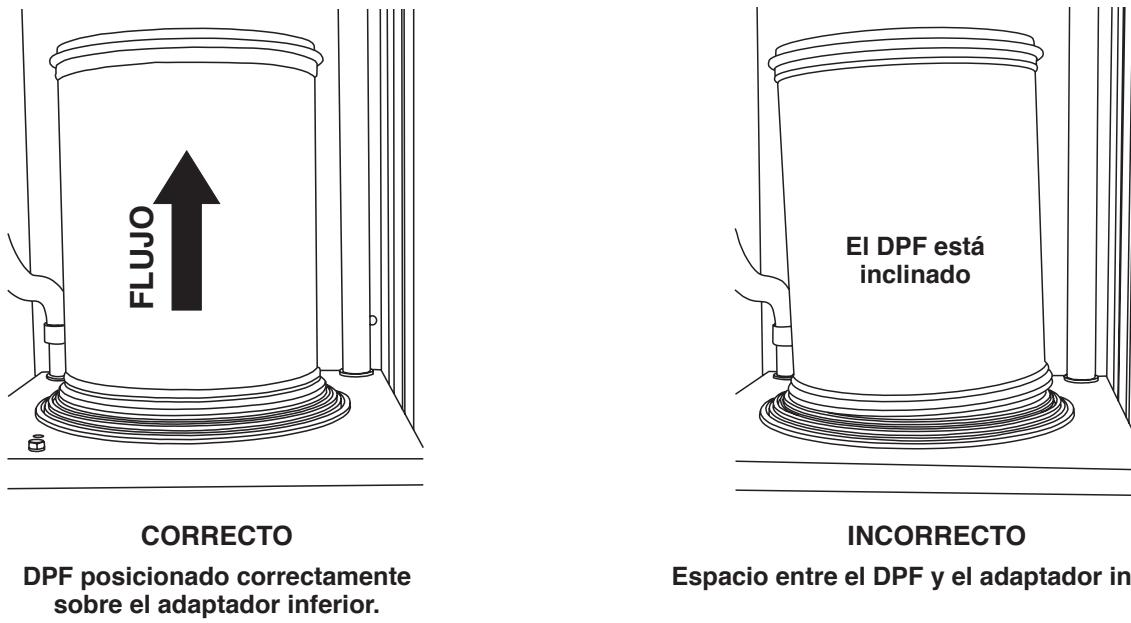

Figura 4
5. Ubique el DPF en el adaptador inferior con la flecha en el costado del DPF apuntando hacia ARRIBA (indicando la dirección del flujo de escape). El DPF debe quedar plano sobre el adaptador inferior sin espacios visibles entre el DPF y el adaptador. Consulte la Figura 4.